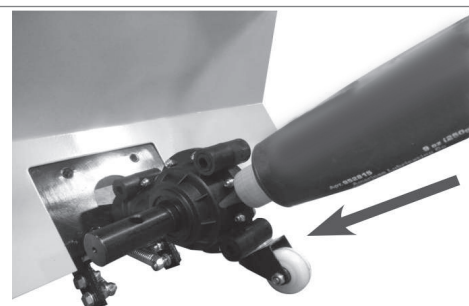

Рис. 16 Заправка смазки редуктора
5. Добавить смазку в редуктор через одно отверстие тубиком (Рис. 16) или специальным шприцем (в комплект поставки не входят) каждые 100 часов работы. Добавлять смазку до тех пор, пока она не появится из второго отверстия.